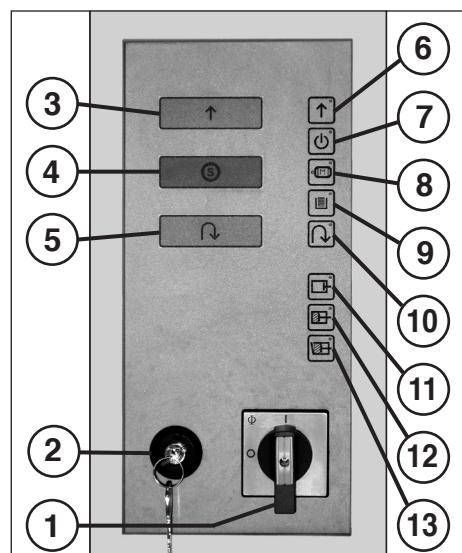

Fig. 5
- Déverrouiller l'interrupteur de verrouillage (2) puis appuyer le bouton poussoir „Marche avant bloc de coupe“ (3) (fig. 5).
ELEMENTS DE COMMANDE (Fig. 5 et 6):